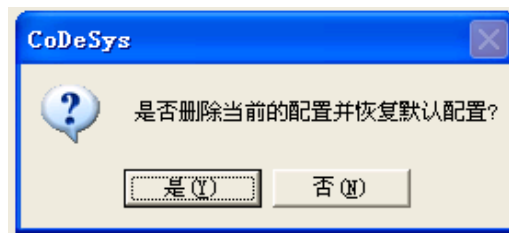

图 2-3-16 “高级”菜单 (4)
- **标准配置:** 选择此项，会弹出如图 2-3-16 所示的对话框。点击“是”按钮，恢复默认配置。否则不改变当前配置。